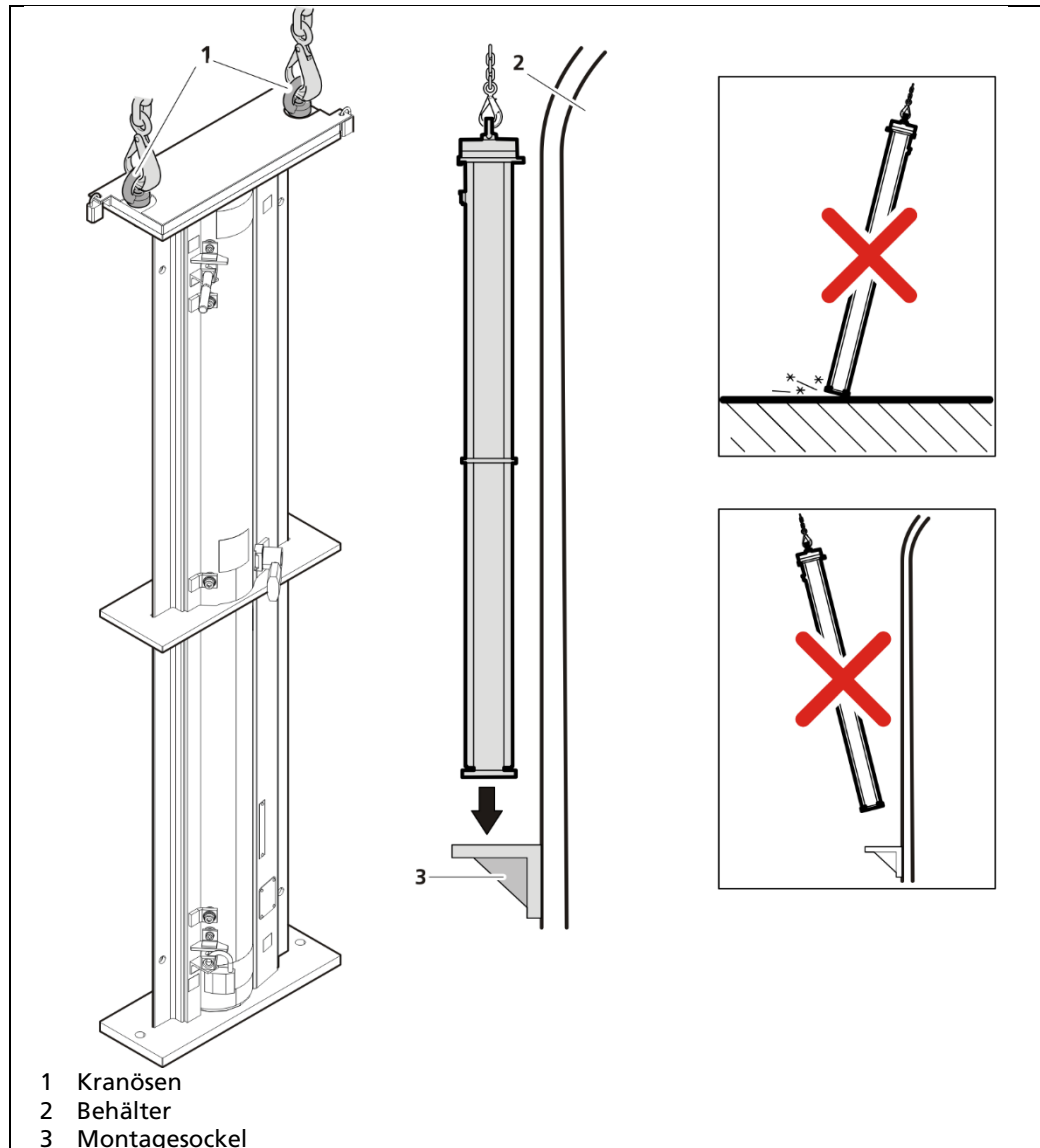

Abb. 5 Abschirmung anschlagen und absetzen
2. Abschirmung mit ausreichend dimensionierten und geprüften Anschlagmitteln an den Ringmuttern (Abb. 5, Pos. 1) anschlagen.
4. Abschirmung vorsichtig auf Montagesockel (Abb. 5, Pos. 3) absetzen.